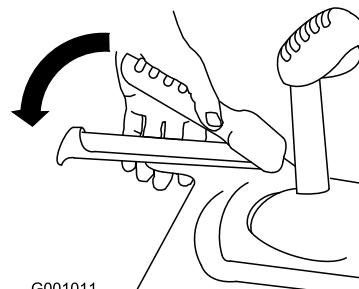

Figura 14
- Premete la leva sinistra (trazione) contro l'impugnatura (Figura 14).